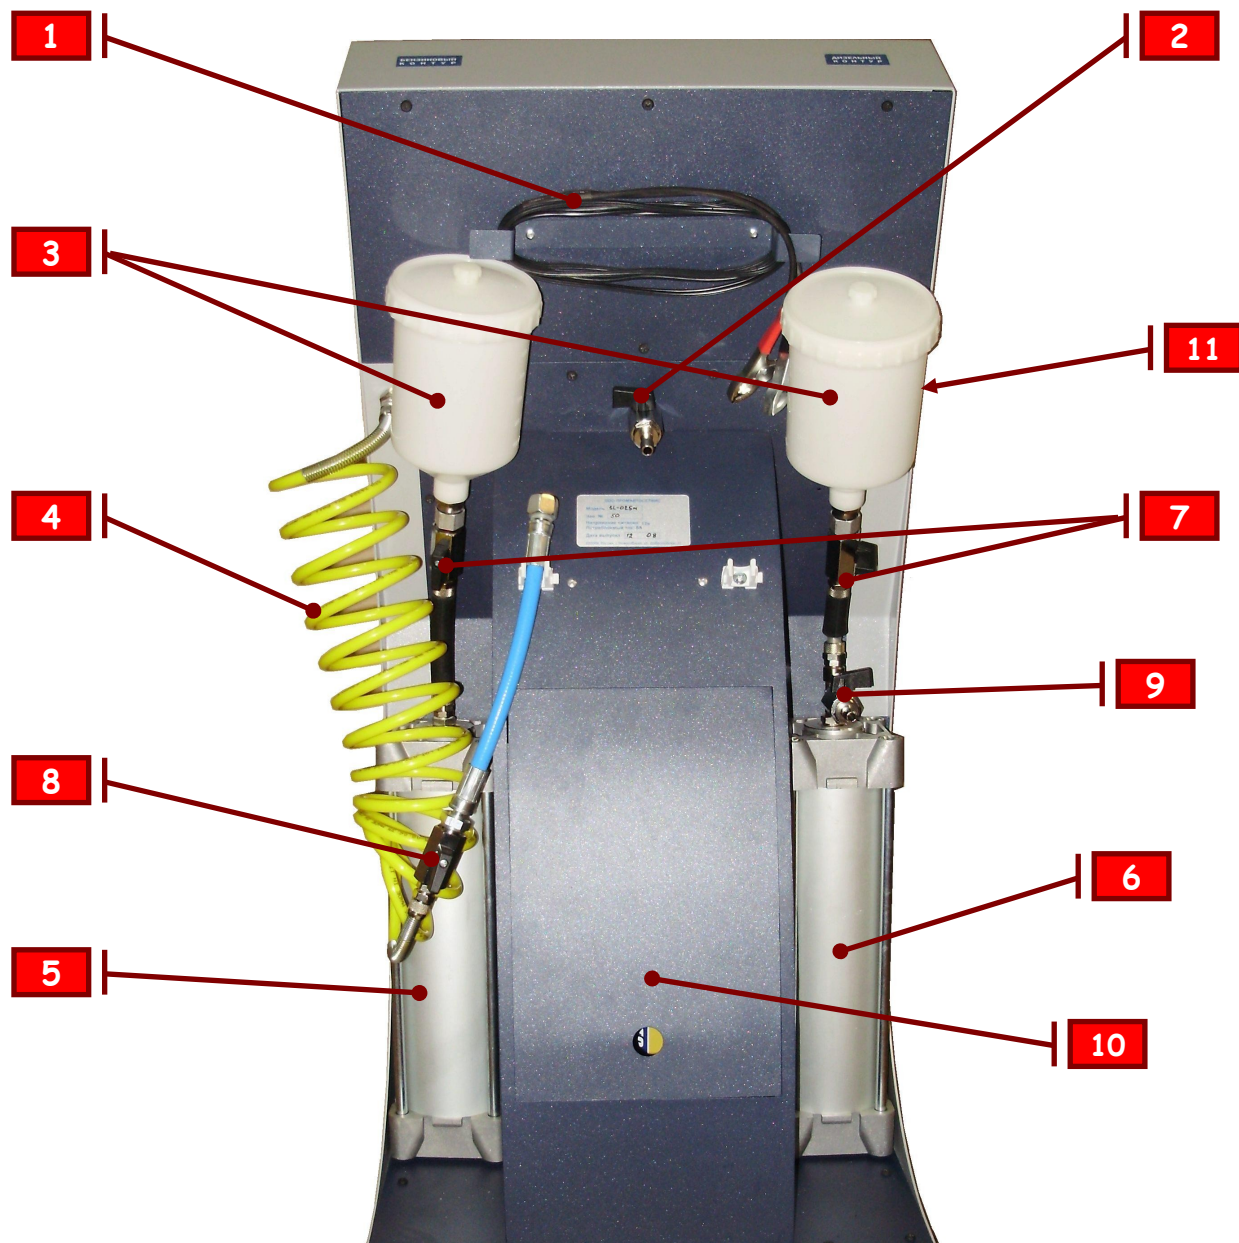
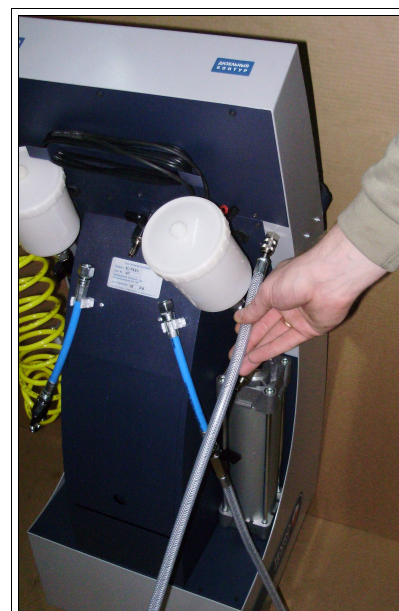

Рис. 3
Рис. 4
1. Подсоединить зажимы «крокодил» (п.5 рис. 3) кабеля питания установки к источнику питания: красный к положительной клемме - черный на «массу».
2. При использовании внешнего компрессора, подсоединить шланг к штуцеру (п.2 рис.3), соединение надежно затянуть хомутом.
3. Закрывать краны пп.2, 7, 8, 9 рис.3.
4. При использовании Дизельного контура, защелкнуть свободный конец Подающего шланга Дизельного контура (п.2 рис.1) на БРС (п.11 рис.3). Кран (п.4 рис.1) закрыть. Рисунок 4.
5. Привинтить и надежно затянуть ключом бачки, находящиеся для транспортировки в отсеке (п.10 рис.3), на краны (п.7 рис.3).
6. Отвинтить крышку бачка (п.3 рис.3) против часовой стрелки.
7. Открыть кран, для подачи жидкости из бачка в баллон установки (п.7 рис.3).
9. После того как **вся** жидкость сольется в баллон, - закрыть кран (п.7 рис.3) и завинтить крышку бачка (по часовой стрелке).
1. Открыть Кран Подающего шланга установки (п.8 рис.3)
9. Перекрыть Кран Подающего шланга установки (п.8 рис.3).
3. Открыть Кран Обратного шланга Дизельного контура установки (п.9 рис.3)